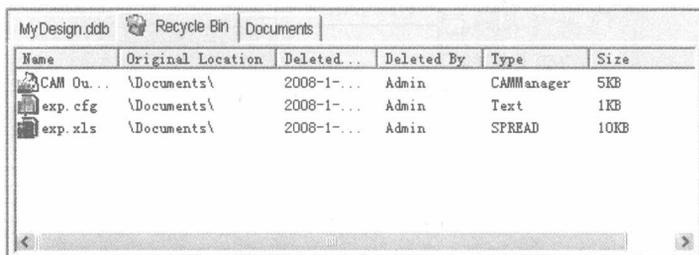

图 1-6 Recycle Bin 管理器
(2) **Recycle Bin**: 用于回收设计数据库中删除的文件，可以为用户找回由于误操作而删除的文件，如图 1-6 所示。